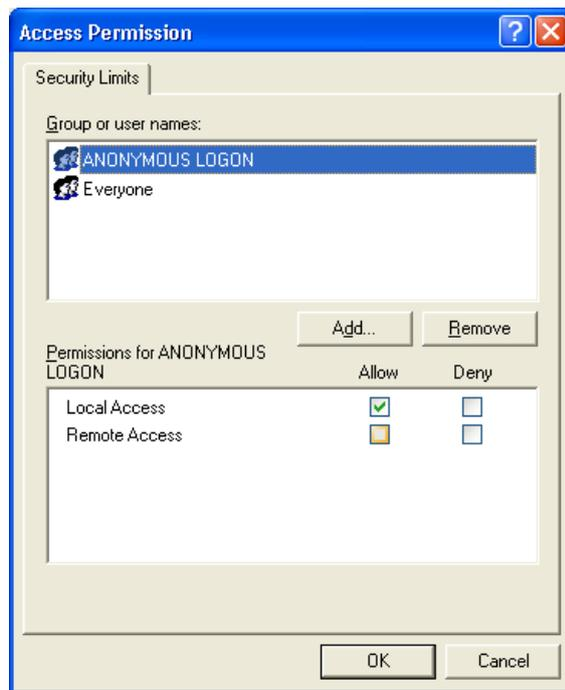

Рисунок 14 - Настройка доступа к службам компонент
- разрешить сетевой доступ (**Remote Access**) для пользователя **АНОНИМНЫЙ ВХОД** (рисунок 14) и для всех пользователей, которые должны подключаться к этому компьютеру.